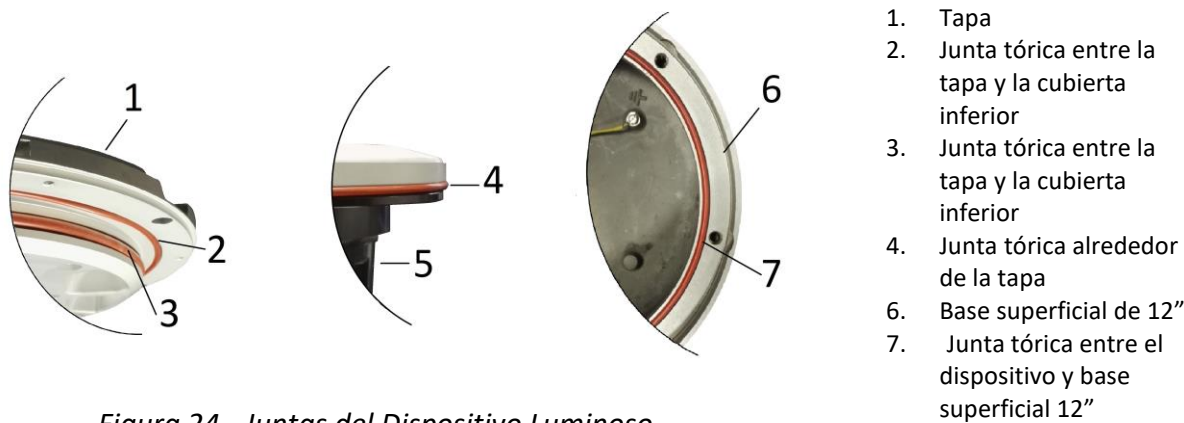

Figura 24 - Juntas del Dispositivo Luminoso
- dos junta tóricas entre la tapa y la cubierta inferior (Figura 24 - n°2 y 3);
- junta tórica alrededor de la tapa (Figura 24 - n°3);
- Junta tórica entre el dispositivo y la base superficial de 12" (Figura 24 - n°7);